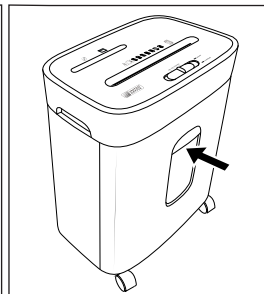

Abb. 4
- ◆ Schieben Sie den großen Auffangbehälter **13** vollständig in die Gerätebasis **15** (siehe Abb. 4).
- ◆ Schieben Sie den großen Auffangbehälter **13** wieder vollständig in die Gerätebasis **15**, bis er mit einem Klickton hörbar einrastet (siehe Abb. 4).